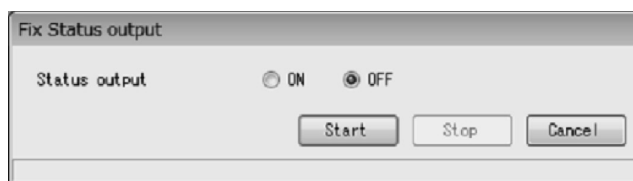

図135
- ① メニューの「Diag/Service(T)」をクリックし、「Loop Test」のドロップダウンリストの中から「Fix Status output」を選び再度クリックします。
- ② 次のウィンドウ(図135)が表示されます。模擬出力状態「ON」または「OFF」を選択し、「Start」ボタンをクリックして下さい。
- 「Cancel」 ボタンをクリックすると、図135のウィンドウへ戻ります。
- ⑥ 「OK」 ボタンをクリックすると、図135のウィンドウに戻りますので、「Cancel」 ボタンをクリックし、「Fix Status output」を終了して下さい。